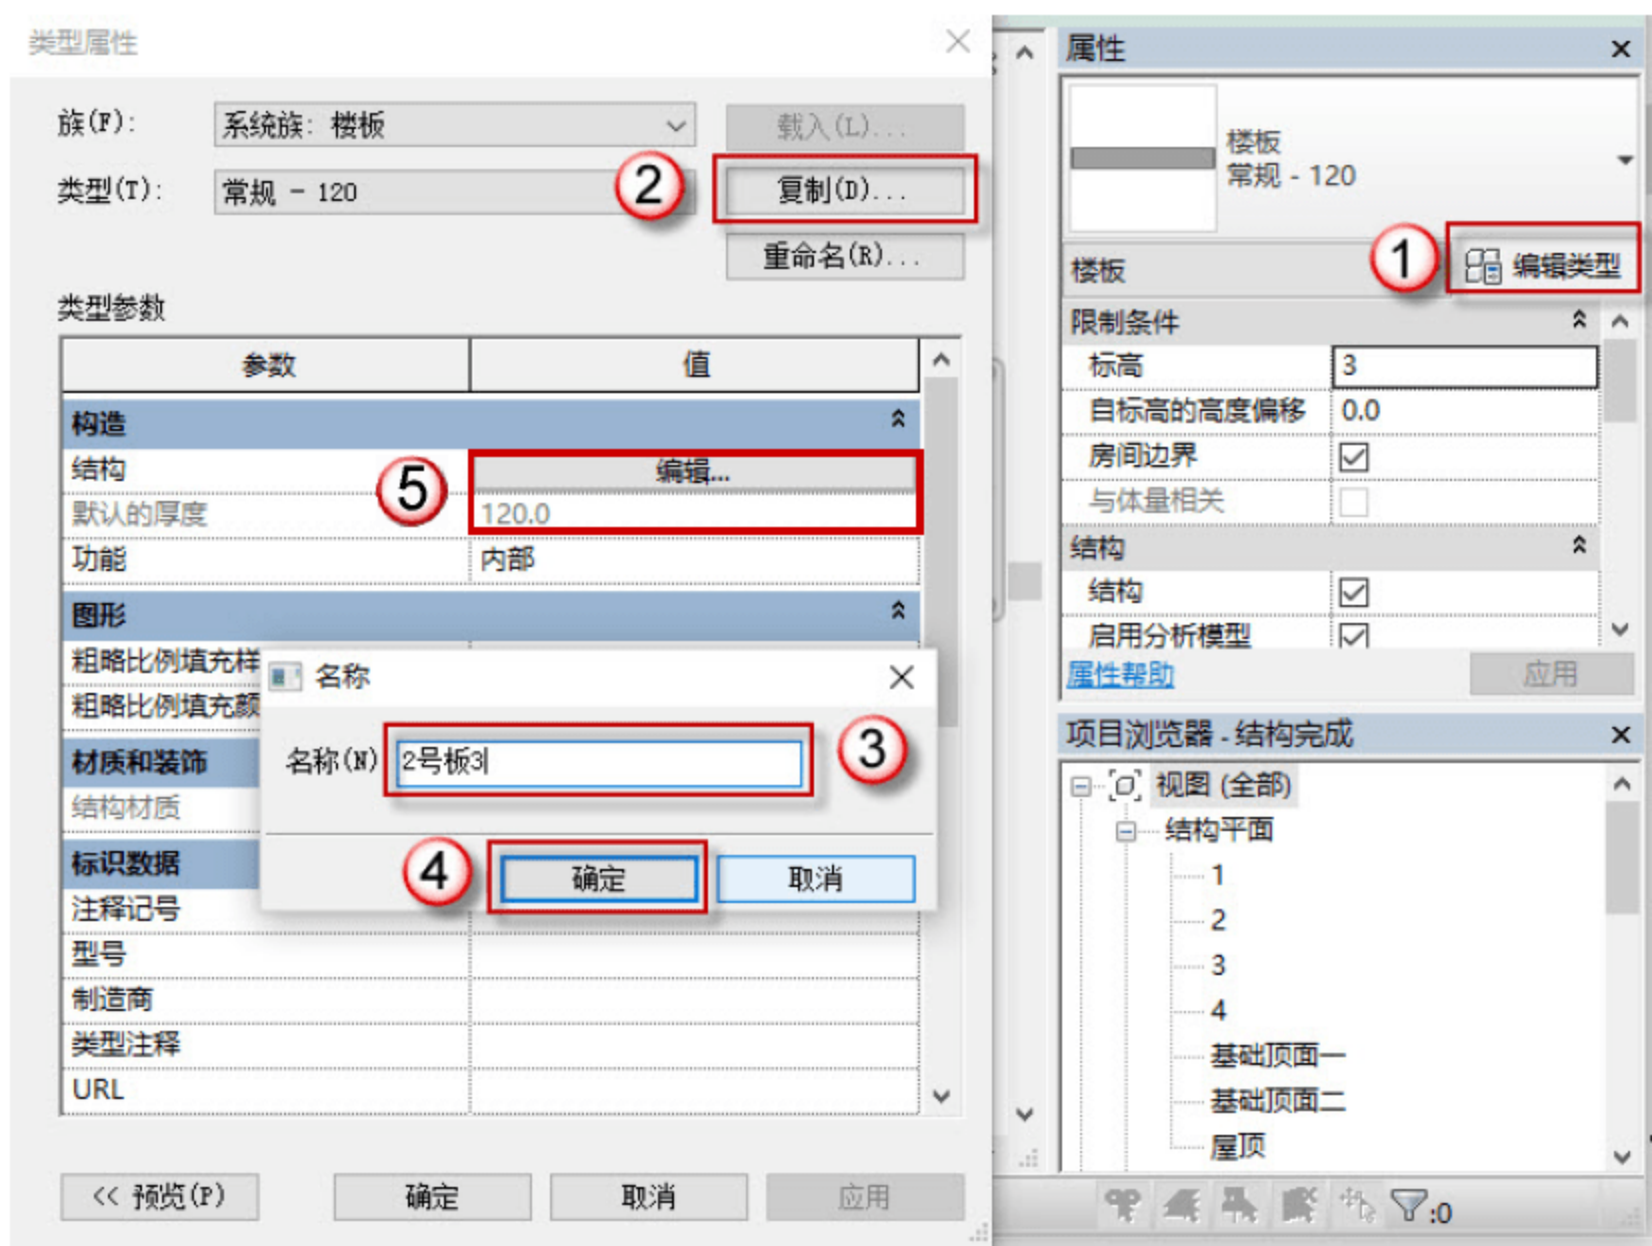

图 4.4.23 修改 2 号板
(3) 修改 2 号板，选中 2 号板，单击“编辑类型”按钮，在弹出的对话框中，单击“复制”按钮，在弹出的对话框中命名为“2 号板 3”，单击“确定”按钮，单击“编辑”按钮，修改板厚为 120，如图 4.4.23 所示。